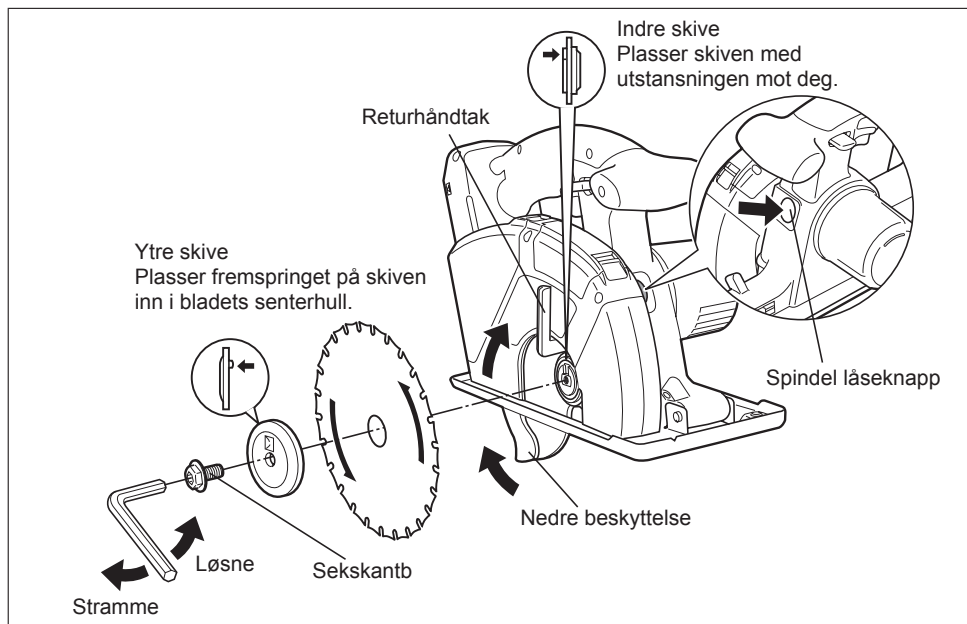

Fig. 6
Kontroller at sekskantbolten er skikkelig tilsrammet. (Se Fig. 6)
4. Monter bladet som vist på illustrasjonen. (Se Fig. 6)